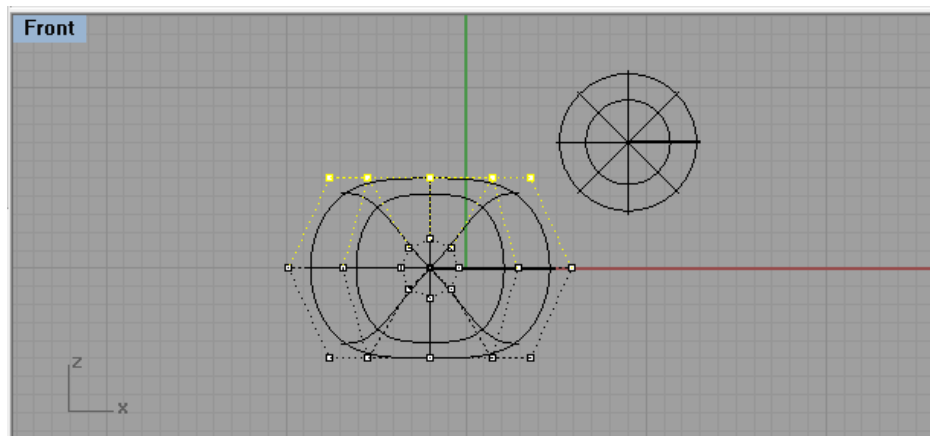

**Figura 5.8**
11.- Arrastrar hacia arriba los puntos de control, como se muestra en la figura 5.8.